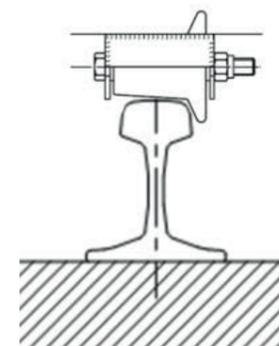

Abbildung 20: Gleiswagen mit 4 Rädern auf der Schiene
- Es muss sichergestellt werden, dass die Räder korrekt auf der Schiene aufliegen (siehe Abbildung 20: Gleiswagen mit 4 Rädern auf der Schiene).